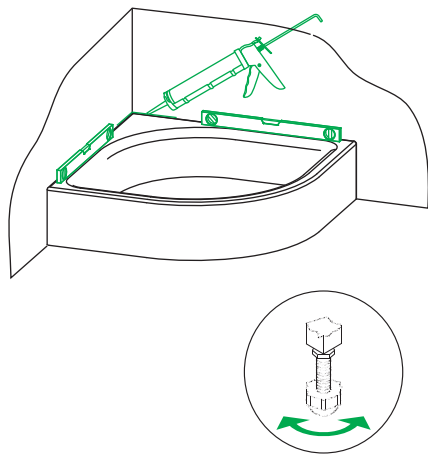

Рис. 3 / 3-сур.
2. Установите поддон в горизонтальном положении, используя уровень и регулировку ножек поддона (рис. 3). Места примыкания боковин поддона к стене обработайте санитарным силиконовым герметиком так, чтобы силикон находился не ниже уровня поверхности борта поддона.